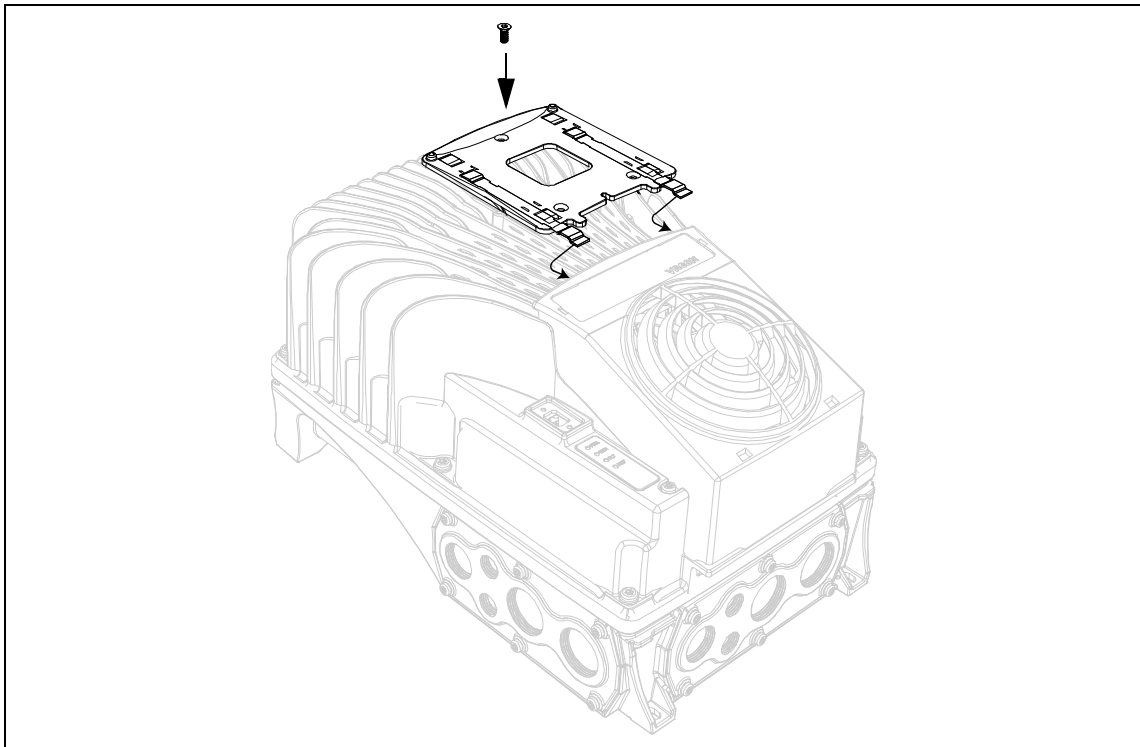

Рисунок 54. Установка подставки для клавиатурной панели на силовой головке.
- Установите подставку для клавиатурной панели при помощи винта, как показано на Рис. 54. Металлические детали подставки клавиатурной панели должны быть установлены под подставкой для вентилятора, как показано на следующих рисунках.